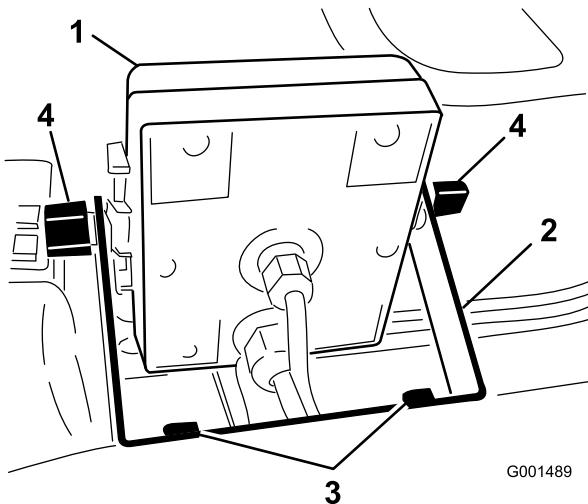
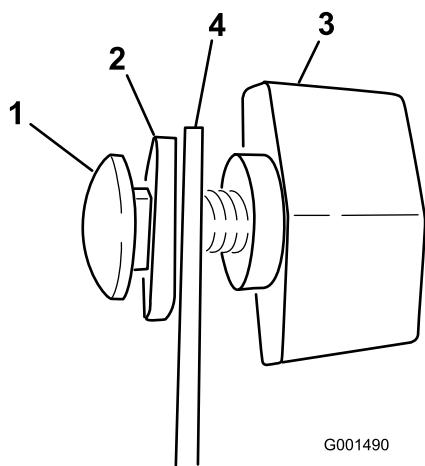

Figura 5
Figura 6
- Montate la staffa del monitor bracket sulla plancia (Figura 5) usando due bulloni a testa flangiata (1/4 x 3/4 poll.) e due dadi flangiati (1/4 poll.).
3. Montate sulla staffa, senza serrarli, i due bulloni a testa tonda, le rondelle elastiche e le manopole, come illustrato nelle Figura 5 e Figura 6.
6. Montate il monitor Spray Pro sopra la testa dei bulloni a testa tonda (Figura 5) quindi serrate le manopole per ancorarlo.